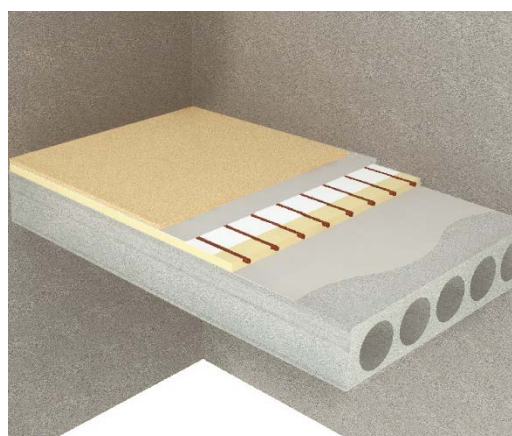

Fig. 6
- Wavin gulvvarmerør lagt i varmfordelingsplater på underlag av Hunton trinnlydplate på hulldekke (Fig. 6)